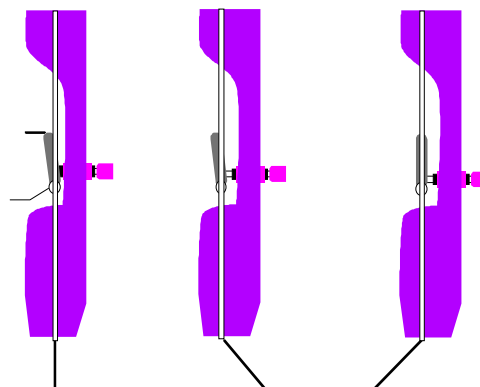

Figure 2: Centrage de la flèche
Ajuster la position horizontale du bouton Berger ou du repose flèche de manière à aligner la pointe de la flèche selon la Figure 2.
Décoche manuelle (AO,PM): ajuster la position de la flèche de manière à placer la pointe de la flèche à 3 mm en dehors de la corde (Figure 2, gauche et centre).
Décocheur (PD): ajuster la position de la flèche de manière à aligner le point de la flèche sur la corde (Figure 2, à droite).